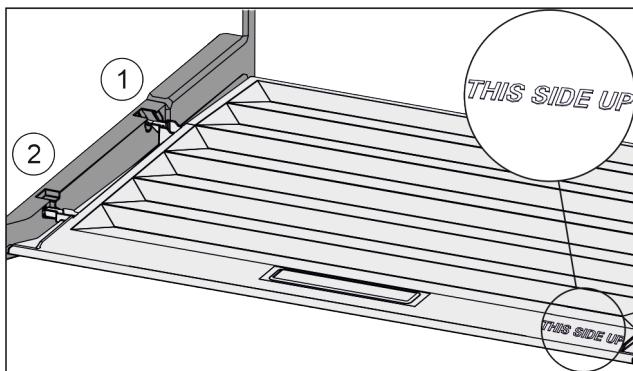

Fig. 129
- Вставить поперечні ребра через отвір заднього тримача Fig. 129 (1) і зафіксувати спереду у тримачі Fig. 129 (2).